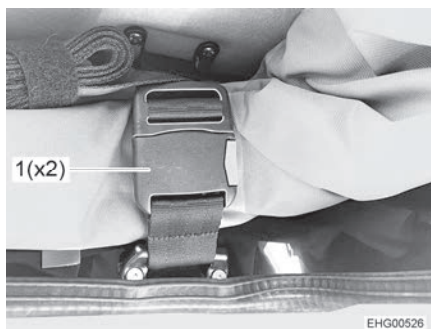

Bild 57 Bältlås
- Öppna båda bältlåsarna (Bild 57,1).